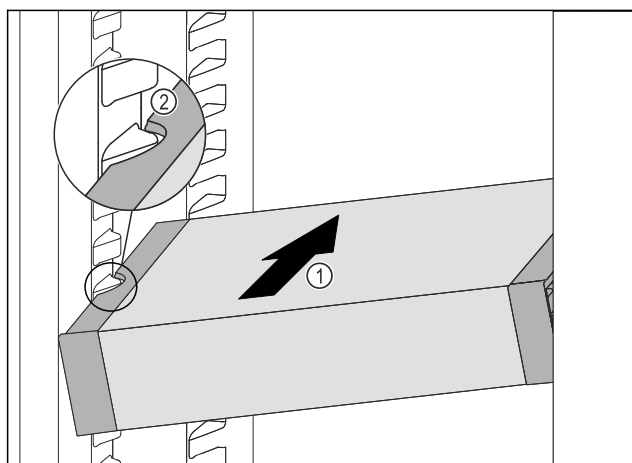

Fig. 142
- ▶ VarioSafe wsunąć ukośnie do chłodziarki Fig. 142 (1), aż boczne wycięcia Fig. 142 (2) VarioSafe będą się znajdować na wysokości żeber pojemnika w chłodziarce.